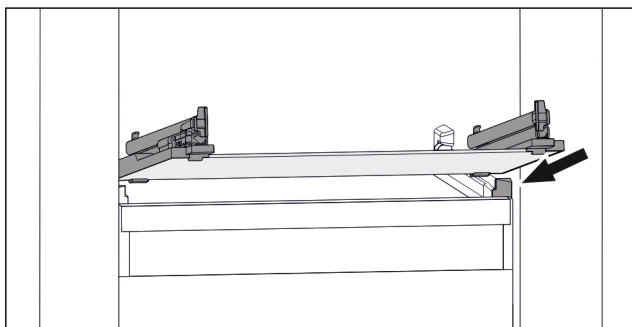

Fig. 115 Reprezentare exemplificativă a plăcii de sticlă
- ▶ Așezați placa de sticlă oblic în spatele opritoarelor. (vezi Fig. 115)